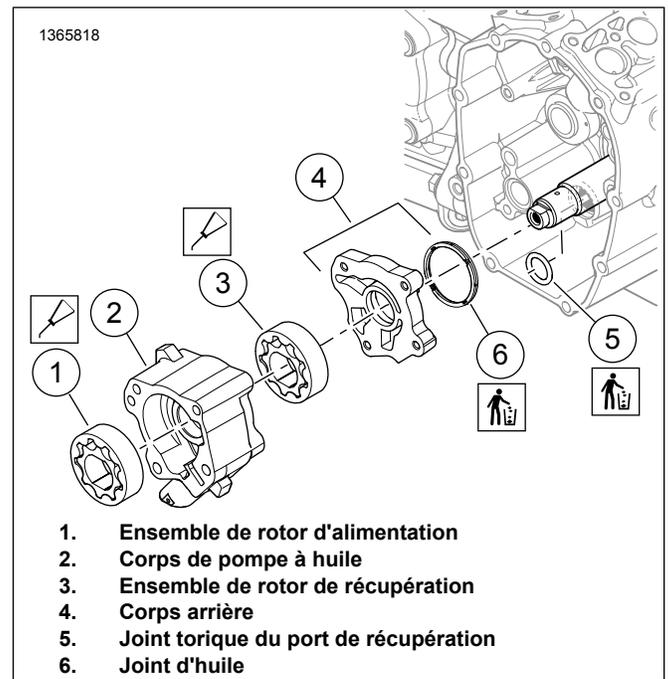

Figure 2. Pompe à huile
2. Voir la figure 2. Retirer Équipement d'origine l'ensemble pompe à huile et l'éliminer. Consulter le manuel d'entretien.
- a. Éliminer le joint torique de l'orifice de récupération (5).
- b. Éliminer le joint d'huile (6).
2. Voir la figure 2. Installer le carter arrière (4) et l'ensemble gérotor de récupération (3) sur le vilebrequin.
3. Installer le **nouveau** joint torique (5) dans l'orifice de récupération du carter moteur.